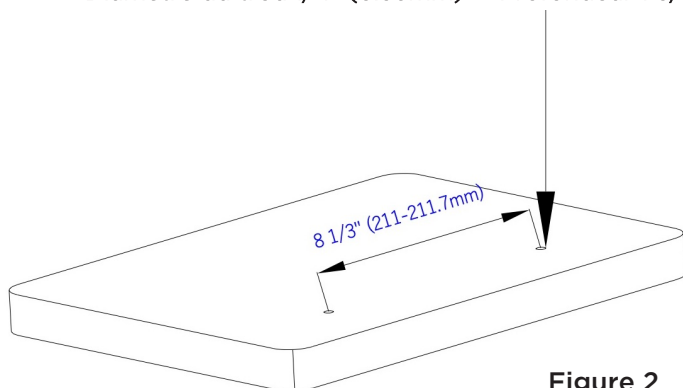

Figure 2
ÉTAPE 2 : Utilisez un crayon pour marquer deux trous à percer dans la plate-forme pour fixer l'alarme, en alignant les marques avec les trous à gauche et à droite de la tête du corps de l'alarme. Reportez-vous à la **Figure 2** pour connaître l'espacement approprié.
ÉTAPE 3 : Percez des trous dans les repères avec une perceuse à maçonnerie de 1/4". Reportez-vous à la **Figure 2** pour percer des trous de 1,75" de profondeur. Pour obtenir la bonne profondeur, mesurez 1,75" pouces à partir de l'extrémité de la mèche et marquez le point avec du ruban-cache. Arrêtez de percer lorsque le trou est de niveau avec le ruban. Retirez la poussière et les débris du trou. Retirez les écrous et les rondelles des ancrages de montage, et insérez les ancrages de montage dans les trous précédemment percés. Pour le montage dans une terrasse en bois ou un rail métallique, utilisez les vis fournies.